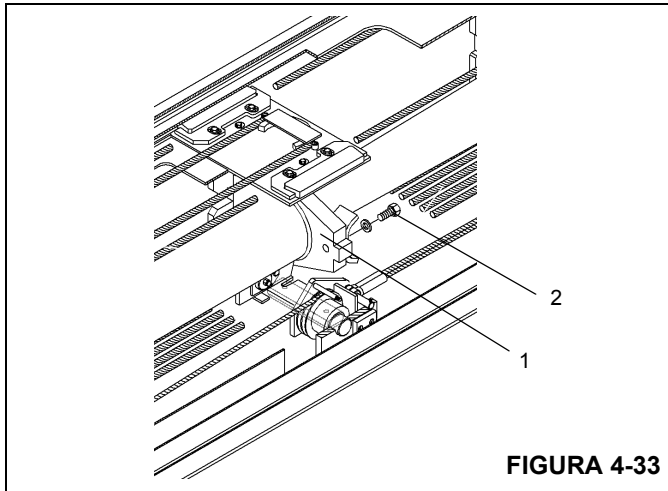

FIGURA 4-33
- Alinee los agujeros de montaje de la varilla interior del cilindro (1) con las pestañas y los agujeros en la parte trasera de la sección central interior y fije con dos pernos y arandelas (2) (Figura 4-33).